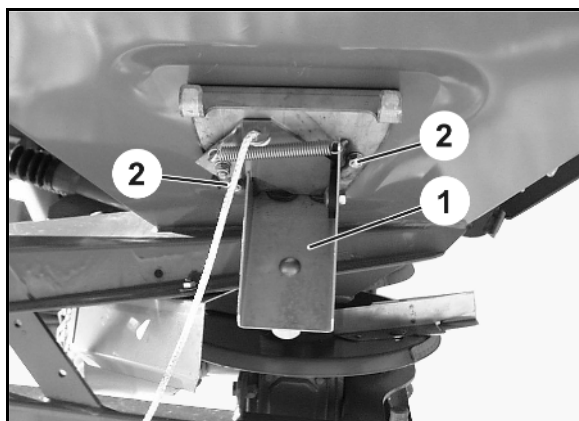

Fig. 42
1. Ta av plastproppen (Fig. 42/1)